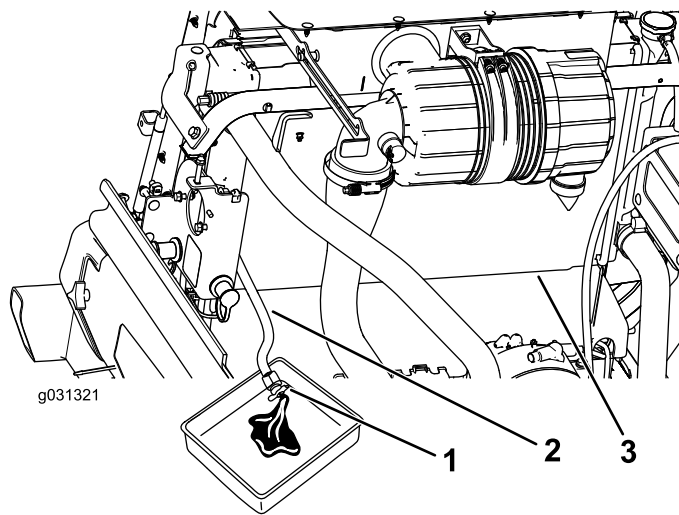

図 121
3. ラジエーターからのドレンホースを容器の内部に入れ、ホースについているドレンバルブを開いて、冷却液を容器に回収する 図 121。
4. ドレンホースのバルブを閉じる 図 121。